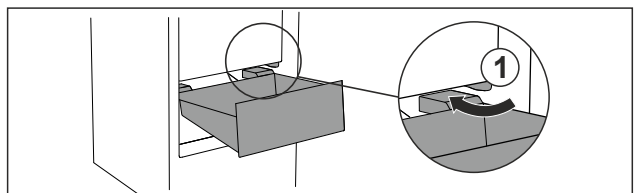

Fig. 26
- ▶ Prevedte zásuvku šikmo okolo zarážok Fig. 26 (1).